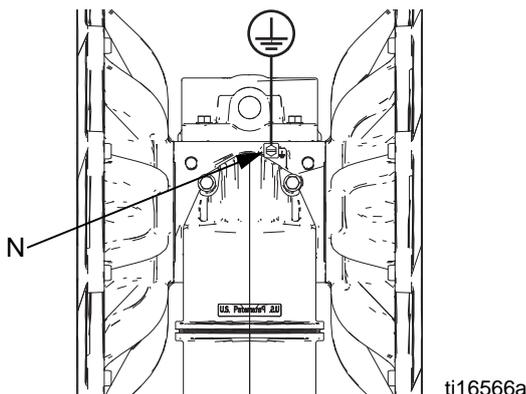

ABB. 3. Erdungsschraube und -draht
- N Erdungsschraube (nur für Aluminium und Edelstahl, siehe ABB. 3 auf Seite 10)
Pumpe: Siehe ABB. 3. Erdungsschraube (N) lösen. Ein Ende des Erdungsdrahtes mit einem Mindestdurchmesser von 12 Gauge hinter der Erdungsschraube einführen und die Schraube fest anziehen. Das Klemmenende des Erdungsdrahtes mit einem effektiven Erdungsanschluss verbinden. Erdungsdraht und Klemme, Teile-Nr. 238909, sind bei Graco erhältlich.